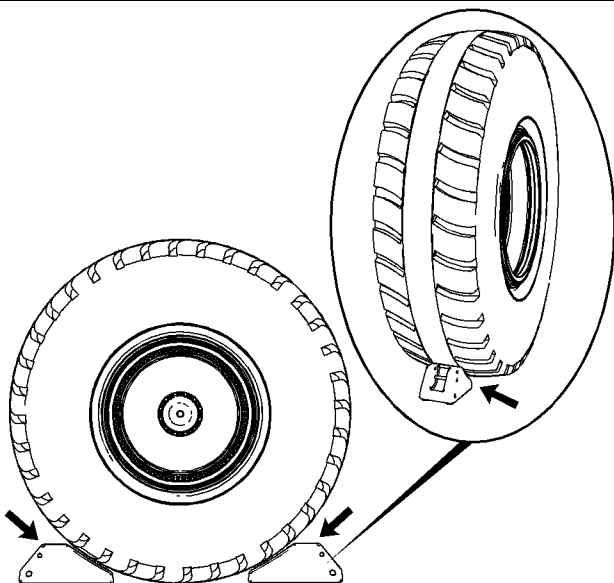

Ilustración 136
5. Quite cada calce de rueda del soporte de almacenamiento e instálelo en el neumático, como se muestra en la ilustración 136. Coloque un calce de rueda en la parte delantera y otro en la parte trasera del neumático. Coloque cada calce de rueda firmemente y en ángulo recto contra el neumático. Coloque los calces de ruedas en el centro de la banda de rodadura del neumático.